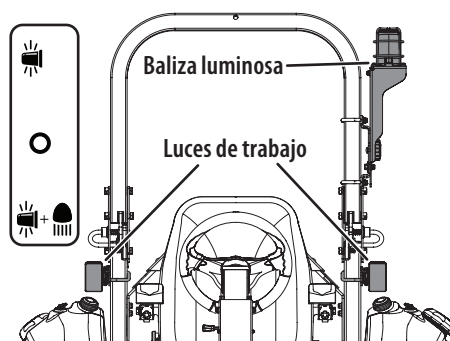

Fig. 25
- Baliza luminosa y luces de trabajo ENCENDIDAS (posición izquierda) (Fig. 25).